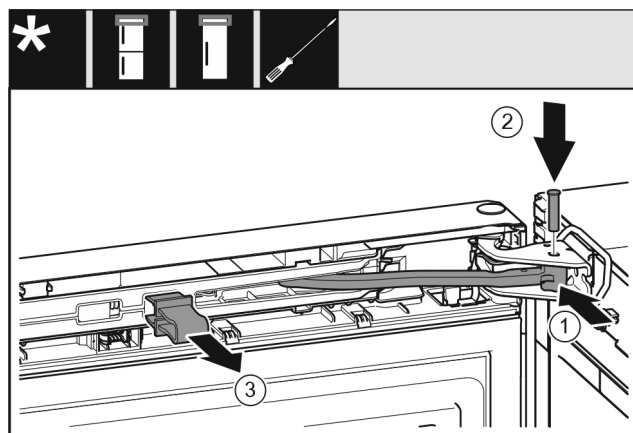

Fig. 30
- ▶ Forgassa a csapágybakba a csuklót Fig. 30 (1).
- ▶ Helyezze be a csapszeget Fig. 30 (2) a csapágybakba és a csuklóba. Közből ügyeljen arra, hogy a reteszelő bütyök megfelelően illeszkedjen a horonyba.
- ▶ Vegye le a biztosítékot Fig. 30 (3).